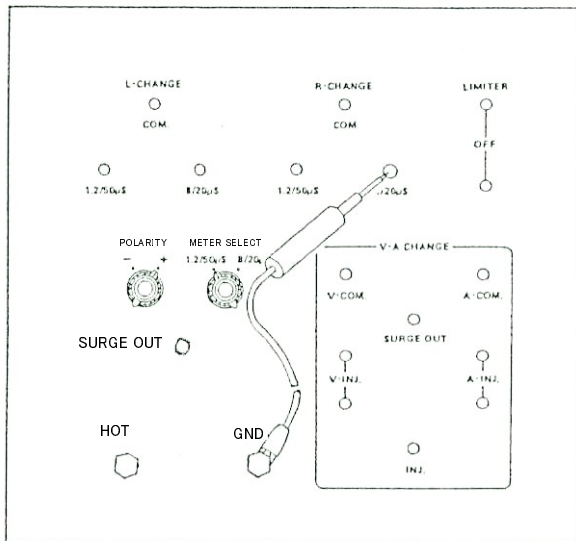

図3
1. 図3の要領に従って、添付品の放電プローブで出力波形切替部各端子の残留電圧を放電させます。放電プローブのクリップを GND 端子⑮ (図2、及び図3参照) に接続し、他の端子との間を約5秒間ずつショートさせます。
1. 添付品の放電プローブで、出力波形切替部各端子の残留電圧を放電させます。（図 3 参照）
1. 添付品の放電プローブで、出力波形切替部⑭と重畳切替部⑯の各端子の残留電圧を放電させます。(図3参照)